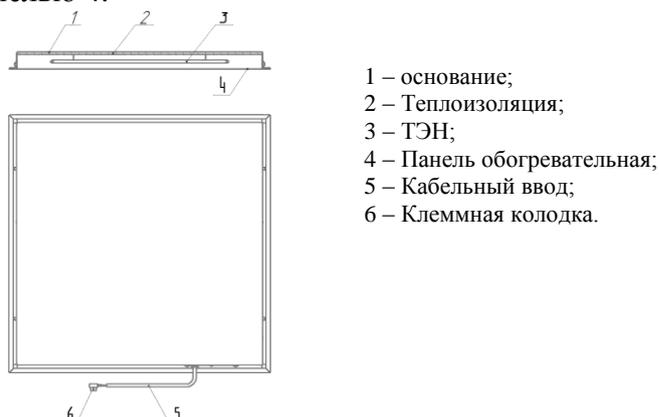

Рис.1 Устройство электрообогревателя
5.1. Электрообогреватель (см. рис.1) состоит из основания 1 с установленными в нем теплоизоляцией 2, трубчатым электронагревателем (ТЭН) 3, закрытыми обогревательной панелью 4.